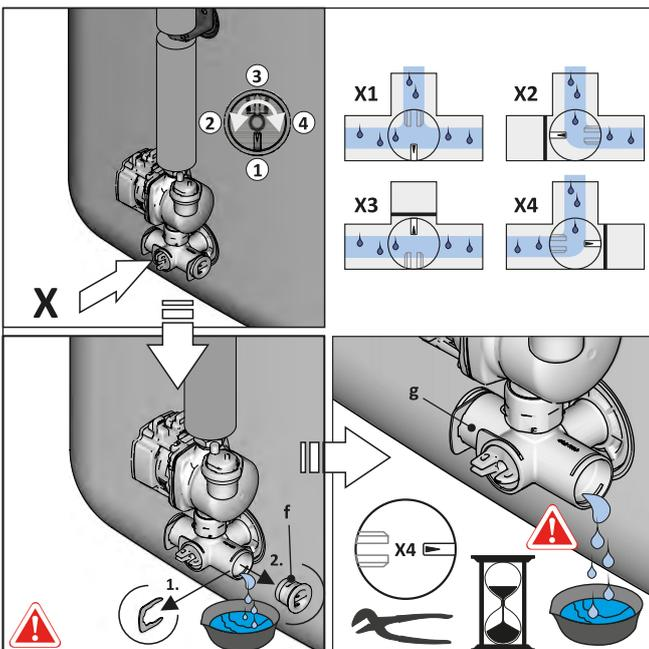

Bild 11-5 Ventileinsatz absperren, Blindstopfen vom Anschlusswinkel entfernen
- Ventileinsatz am Anschlusswinkel so einstellen, dass der Weg zum Blindstopfen abgesperrt ist (Bild 11-5).
- Geeignete Auffangwanne unterstellen und Blindstopfen vom Anschlusswinkel entfernen (Bild 11-5).
- Ventileinsatz am Anschlusswinkel so einstellen, dass der Weg zum Ablaufschlauch geöffnet wird (siehe auch Bild 11-5) und Wasserinhalt des Speicherbehälters ablassen.